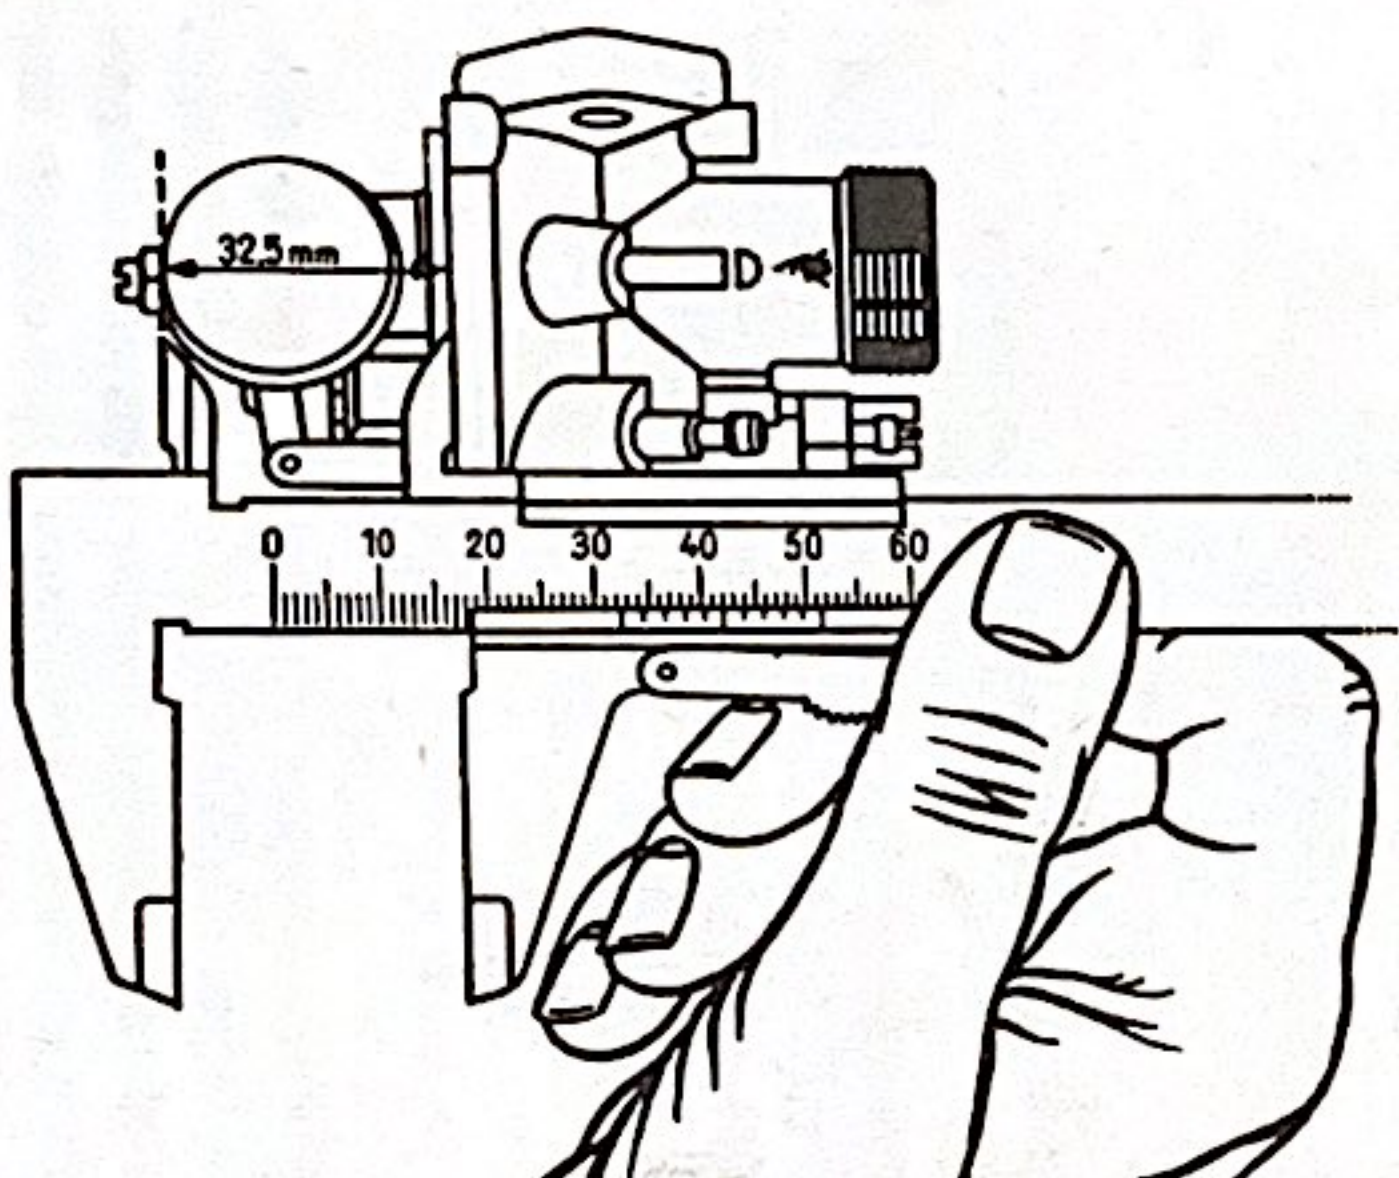

Bild 109
(1) Ständer
(2) Prüf-Schwimmergehäuse
(3) Kraftstoffzufluß vom Kraftstoffbehälter mit dazwischengeschaltetem Kraftstoffhahn (siehe Bild 109)
(4) Verbindungsschutzen
(5) Kraftstoffhahn
(6) Anfangsbehälter für Kraftstoff